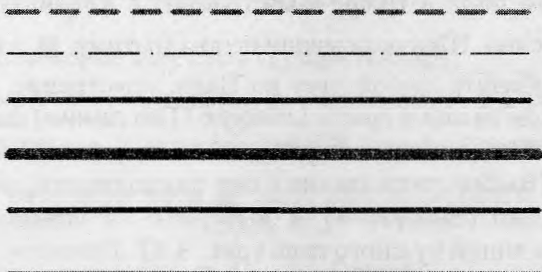

Рис. 8.5. Пример чертежа к п. 8.3
8.3. Вычертите в правой части формата несколько отрезков произвольной длины, расположенных на разных слоях (рис. 8.5).
Вызвать команду Hatch (Штриховка) можно через экранное меню Draw (Рисование) — Hatch (Штриховка) или кнопкой (см. рис. 8.5).